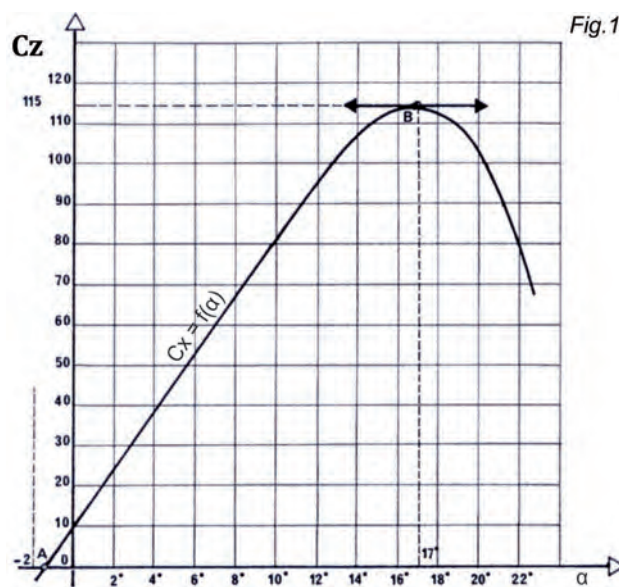

Fig.1
- la conservation du débit : quand la section d'un tube d'air diminue, la vitesse de l'air augmente (fig. 1),
La figure 1 donne les **variations du coefficient de portance avec l'incidence**. Cette courbe est obtenue en soufflerie par la mesure du C_z pour les différentes incidences.
La portance est due à une différence de pression entre l'intrados et l'extrados de l'aile (fig. 1).
Ces turbulences commencent au moment où l'avion décolle et cessent à son point de toucher (fig. 2). En vol, elles se trouvent sous et derrière l'avion, décalées par le vent (fig. 1).